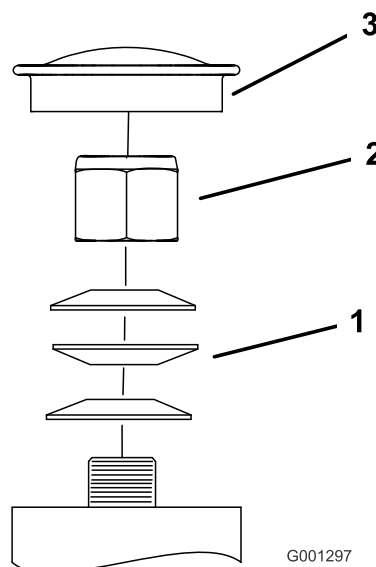

Figure 49
3. Retirez le capuchon anti-poussière de la roue pivotante et serrez le contre-écrou (Figure 49).
4. Continuez de serrer le contre-écrou jusqu'à ce que les rondelles élastiques soient aplaties, puis desserrez-le de 1/4 de tour pour obtenir la précharge correcte des roulements (Figure 49).
Important: Veillez à placer les rondelles comme illustré (Figure 49).
5. Remettez le capuchon anti-poussière en place (Figure 49).